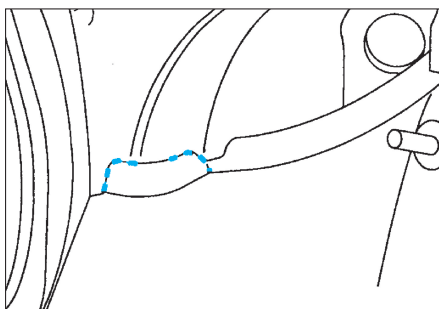

FIG. 35
- Souder par cordons successifs au MIG (Fig.35).